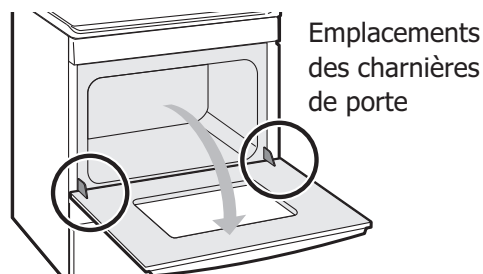

Figure 30 : Emplacement des charnières de porte
1. Ouvrir complètement la porte du four, parallèle au plancher (voir Figure 30).
3. Ouvrir complètement la porte du four, parallèle au plancher (voir Figure 30).